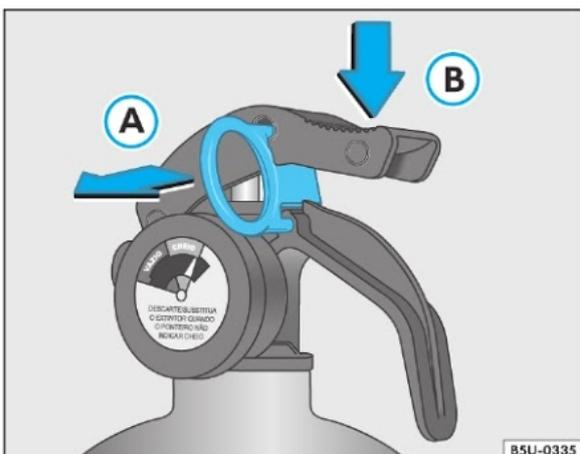

Fig. 15 Sequência de utilização do extintor de incêndio
- Puxe a trava ⇒ fig. 15 (A) para romper o lacre.
- Aperte o gatilho ⇒ fig. 15 (B) espalhando o pó.